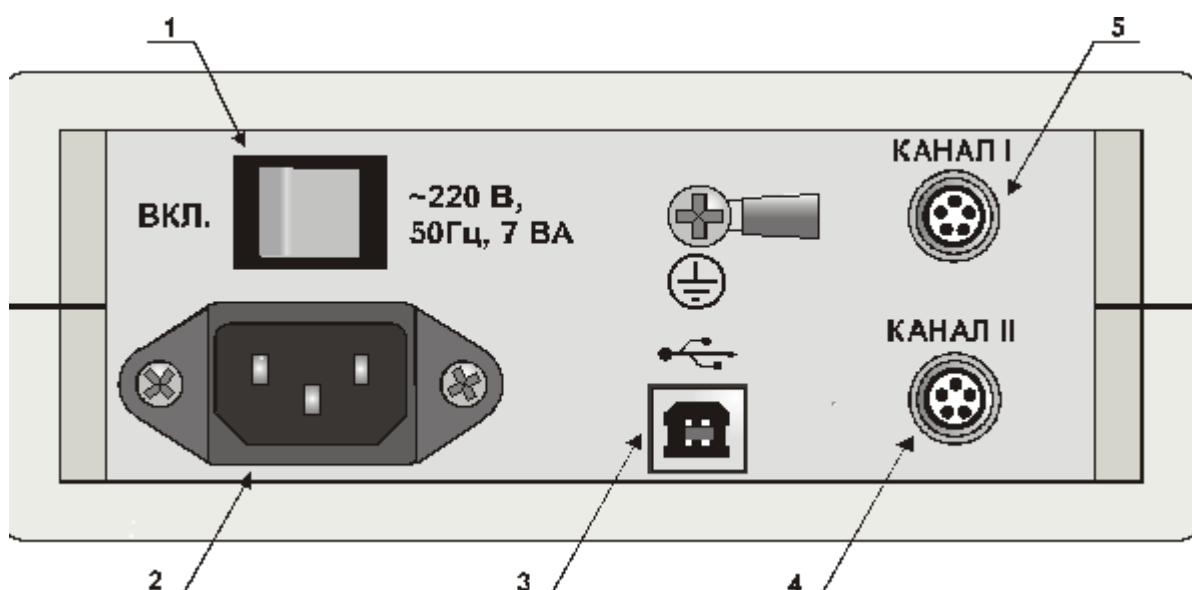

**Рисунок 2.1**
Параметр устанавливает номер канала для индикации измеренных значений на светодиодном дисплее. Изменение данного параметра может также осуществляться с помощью клавиатуры на передней панели (рисунок 2.1). Значения параметра: «Канал 1» (I), «Канал 2» (II), «Разность показаний» (I- II). При попытке выбрать неиспользуемый канал на дисплее кратковременно высвечивается сообщение «**notEn**».
Параметр определяет единицы измерения отображаемой на дисплее величины: градус Цельсия (°C), градус Кельвина (K), Ом (Om). Изменение данного параметра может также осуществляться с помощью клавиатуры на передней панели (рисунок 2.1).